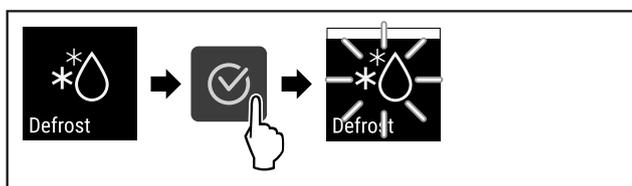

Fig. 85
- ▷ Handlungsschritte (siehe Fig. 85) durchführen.